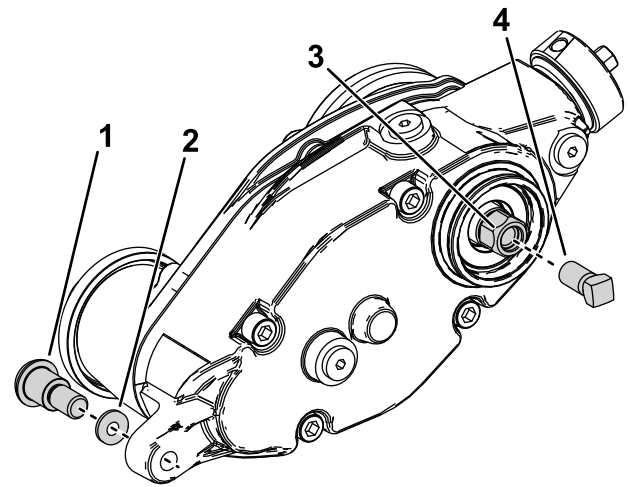

Рисунок 25
5. Заверните усилительный винт (№ по кат. 1-803022 – продается отдельно) во внутреннюю резьбу шестигранной головки блока привода механической щетки и затяните его с моментом 13,5 Н·м, как показано на Рисунок 25.
головку привода механической щетки (Рисунок 25).